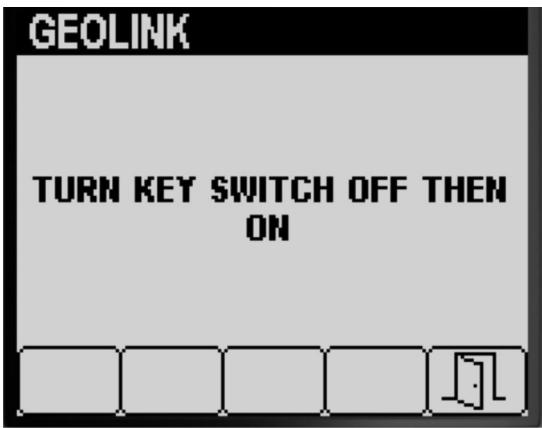

Figura 38
- Premete il pulsante 5 per salvare le vostre impostazioni, uscire dalla schermata GEOLINK e tornare alla schermata IMPOSTAZIONI (Figura 38).